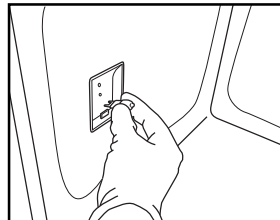

Fig. 8
4. Înlocuiți becul (consultați nota pentru tipul becului) (Fig. 8).